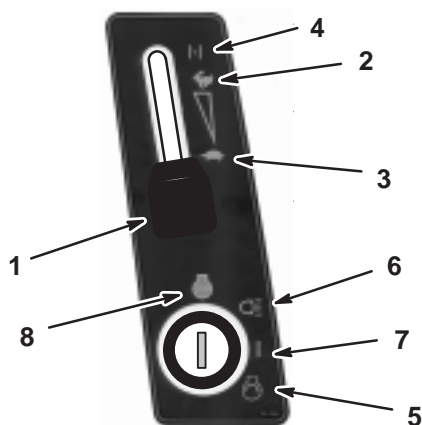

Figure 11
5. Si le moteur est froid, placez la commande d'accélérateur en position Starter (Fig. 11).
6. Tournez la clé de contact dans le sens des aiguilles d'une montre et maintenez-la en position de démarrage (Fig. 11). Relâchez-la quand le moteur démarre.
7. Lorsque le moteur a démarré, amenez progressivement la manette d'accélérateur en position de régime maximum (Fig. 11).
1. Placez la manette d'accélérateur en position de ralenti (Fig. 11).
2. Tournez la clé de contact en position contact coupé (Fig. 11).